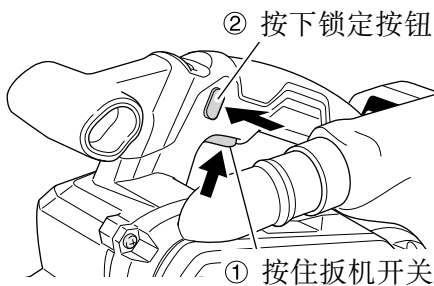

图 14
5. 打开和关闭砂光机（图 14）
拉动扳机可释放锁定按钮。（图 14）